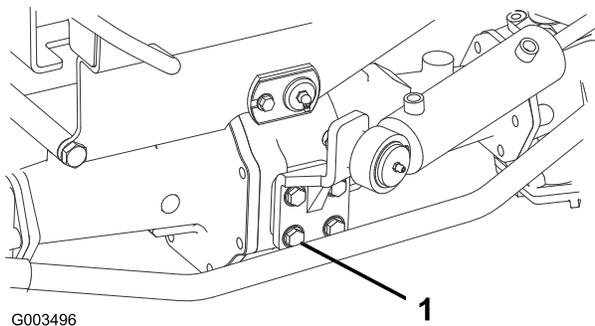

Figura 55
- Controllate la coppia dei bulloni di fissaggio del cilindro di sterzata (Figura 55).